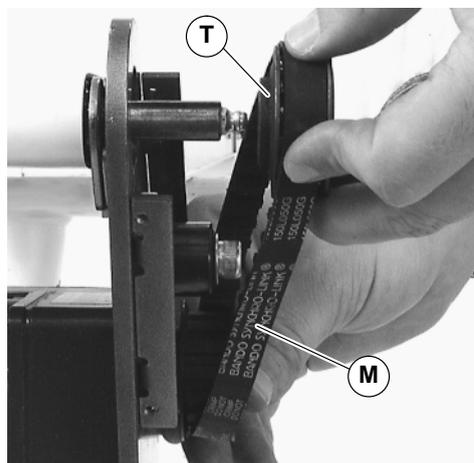
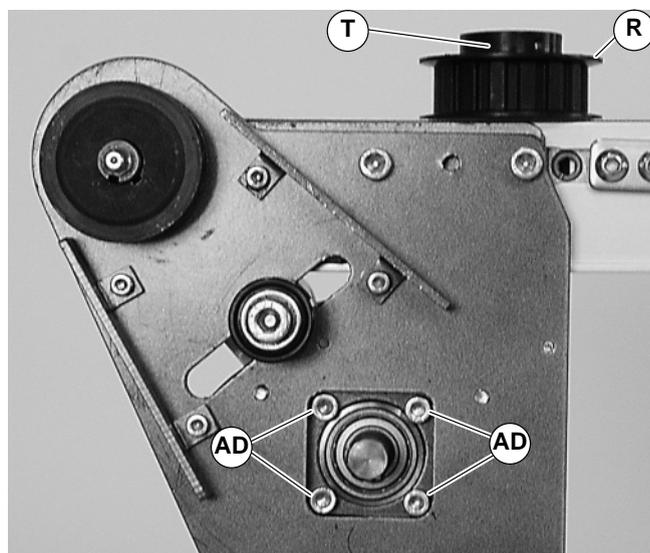

Abbildung 12
Abbildung 18
3. Zahnriemen (M siehe Abbildung 12) entfernen.
**HINWEIS:** Falls der Zahnriemen nicht über die Zahnscheibenflanke gleitet, die Madenschrauben der Abtriebszahnscheibe (T siehe Abbildung 12) lösen, und Zahnscheibe samt Riemen abnehmen. Für erneute Installation siehe Schritte 5 bis 8 auf Seite 5.
5. Zwei (2) Stellschrauben lösen (T siehe Abbildung 18). Die Antriebszahnrad-Scheibe ausbauen (R).
4. Zahnriemen (M siehe Abbildung 12) entfernen.
6. Vier (4) Schrauben (AD) entfernen, und Getriebemotor lösen.
7. Neuen Getriebemotor mit vier (4) Schrauben (AD) montieren. Mit 5 Nm festziehen.
8. Die Antriebszahnrad-Scheibe (R siehe Abbildung 18) ersetzen, und Madenschrauben festziehen (T).